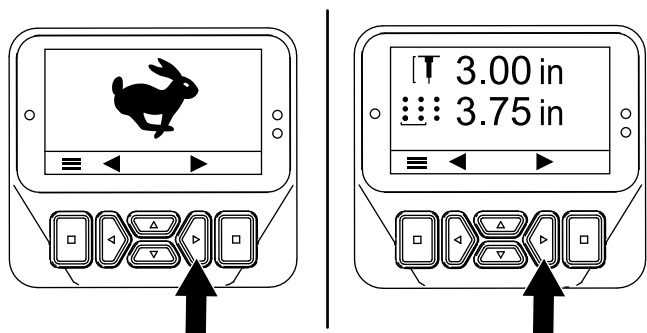
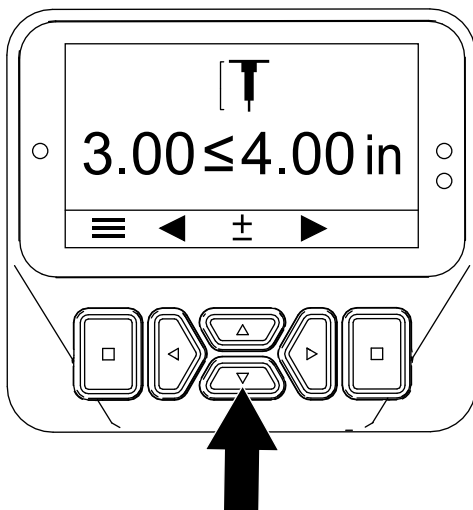

Bild 51
Bild 52
3. Drücken Sie die Taste „nach rechts“, bis der Bildschirm „Einstellen der Lochtiefe“ angezeigt wird (Bild 51 und Bild 52).
4. Stellen Sie die Tinstiefe mit den Tasten „nach oben“ und „nach unten“ (Bild 52) wie folgt ein: